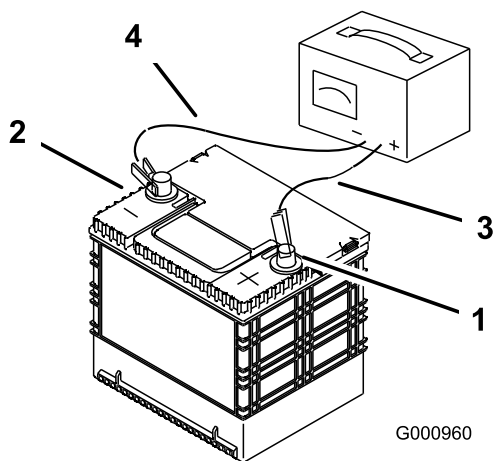

Figura 36
2. Cuando la batería esté completamente cargada, desconecte el cargador del suministro eléctrico, y desconecte los cables del cargador de los bornes de la batería (Figura 36).